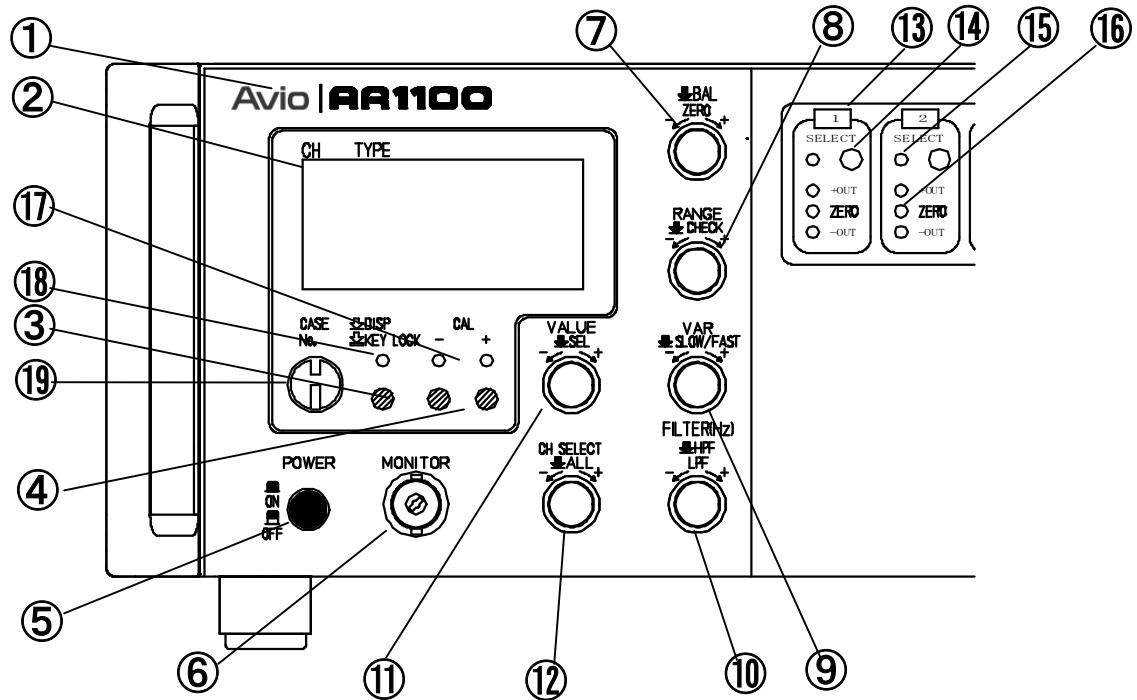

図2-1:本体前面
2.1 前面パネル各部の名称と機能(図2-1参照)
本体前面は図2-1を参照ください。